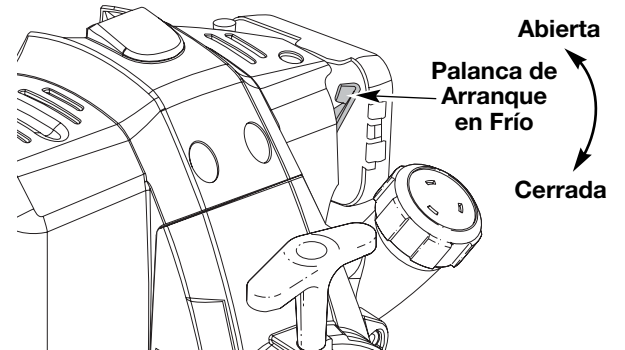

Fig. 23
**NOTA:** No hay necesidad de encender la unidad. El Control de Parada Encendido/Apagado (On/Off) está en la posición Encendido (ON) (I), en todo momento.
**SI FRÍO...** Para condiciones de clima frío (inferior a 4°C/ 40°F), ponga la Palanca de Arranque en Frío (Fig. 23) en la posición de cerrada/encienda y proceda al paso 3. NO mueva esta palanca hacia abajo si la temperatura sobrepasa 4°C (40°F).